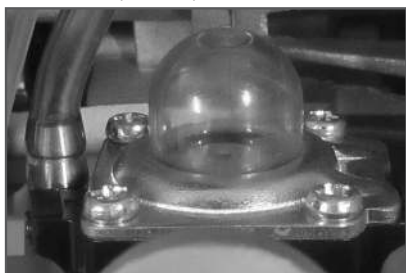

Рис. 7 Расположение ручного топливного насоса
3. Нажмите на ручной топливный насос 7-10 раз, до появления в нем топлива. Насос находится в нижней части карбюратора под корпусом воздушного фильтра (Рис. 7).